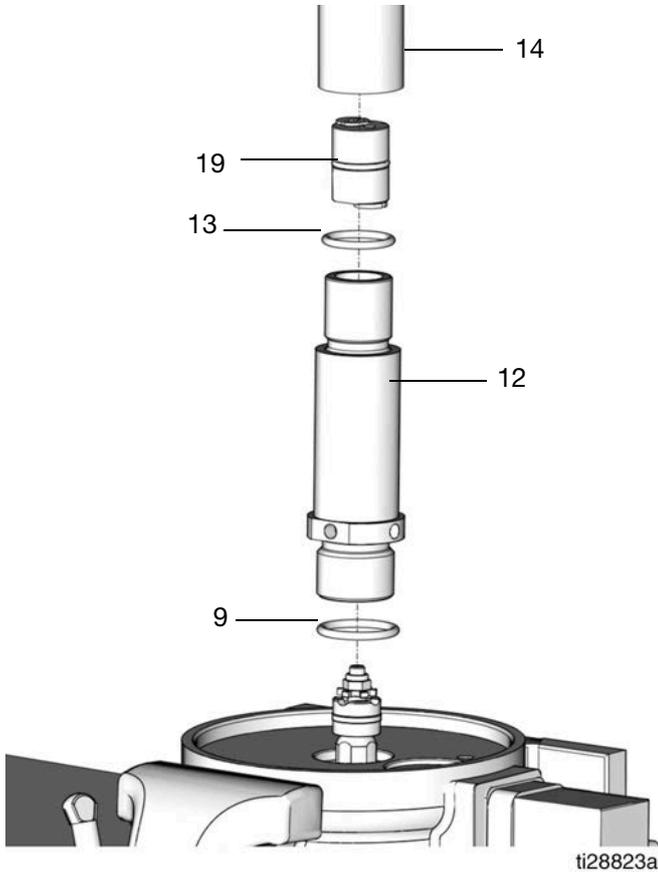

FIG. 37
15. Utilizzare una chiave per serrare il controdado (31).
16. O-ring del tubo di uscita (13) e O-ring del cilindro della pompa (9)
Applicare un sottile strato di grasso sull'O-ring del tubo di uscita (13) e l'O-ring del cilindro della pompa (9) e installare gli O-ring sul tubo di uscita (14) e sul cilindro della pompa (12) (FIG. 37).